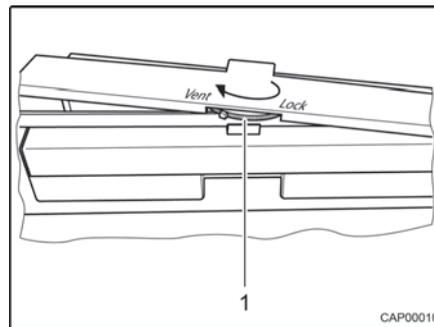

Fig. 68 Dispositif de verrouillage de la porte du réfrigérateur
- Tourner la roue de verrouillage (Fig. 68,1) jusqu'en butée vers la droite ("Lock"). La position "Lock" reste réglée pendant tout le temps du fonctionnement.
- Tourner la roue de verrouillage (Fig. 68,1) jusqu'en butée vers la gauche ("Vent").